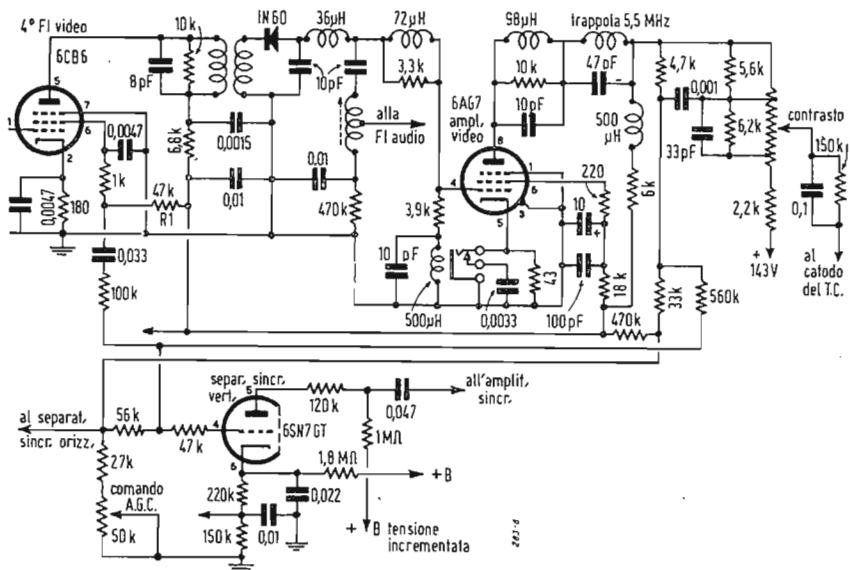

Fig. 6. - Modelli 17T153 - 155 - 162 - 174 RCA con circuito di sincronizzazione provvisto di dispositivo «suicidio dei disturbi».
**CIRCUITO RCA «SUICIDIO DEI DISTURBI» (v. fig. 6)**
La RCA ha recentemente sviluppato un circuito antidisturbo cui ha dato il nome annunciato nel titolo, e che stabilizza la sincronizzazione verticale nelle zone di debole segnale. L'amplificatore di media frequenza è progettato in modo che nel circuito di griglia del quarto tubo di FI non scorre corrente con livelli normali di segnale. Tale griglia diviene positiva con forti impulsi disturbanti. Coll'intervento del disturbo si ha passaggio di corrente di griglia e nei circuiti di placca e di schermo (v. fig. 6-tubo 6CB6) appaiono impulsi negativi di tensione.